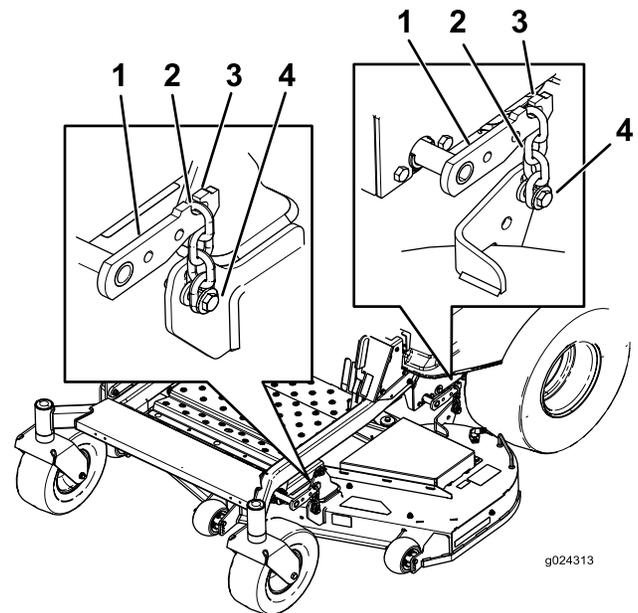

Figura 72
3. Retire las cadenas de los ganchos de los brazos de elevación de la carcasa (Figura 72).
6. Eleve la parte trasera de la carcasa del cortacésped y conecte las cadenas a los brazos de elevación traseros (Figura 72).
7. Conecte las cadenas delanteras a los brazos de elevación delanteros (Figura 72).